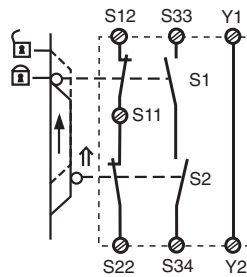

Fig. 6: Control de puerta de protección 3 / Comando porta di protezione 3 / Hekbesturing 3
- Control de puerta de protección 3 (Fig. 6)
- Comando per porta di protezione 3 (fig. 6)
- Heksturing 3 (afb. 6)